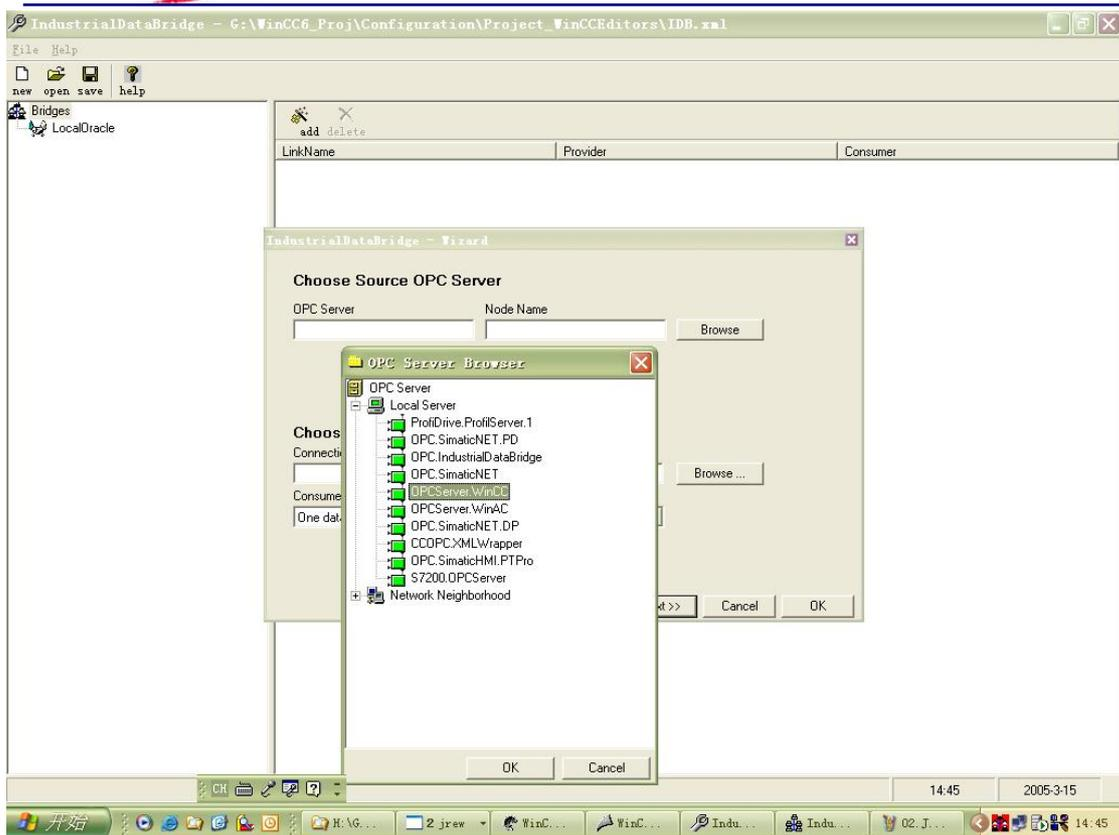

图 3: 选择数据源的 OPC Server
2.3 单击上方的“Browse”按钮浏览本地或网络计算机的 OPC Server，选择“OPCServer.WinCC”。如图 3 所示。